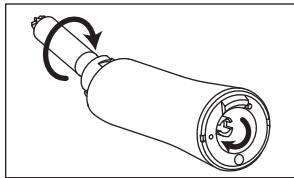

Abb.10
- 2) Drehen Sie am Zahnrad am Ende der Antriebswelle, um zu überprüfen, ob sie eingerastet sind. (Abb.10)